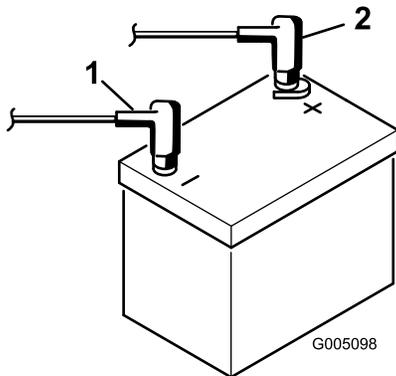

图 8
9. 使用螺栓和螺母将正极红色接线连接到正极 + 电池端子 负极黑色接线连接到负极 - 电池端子 图 8。将橡皮套滑动到正极电池端子上防止可能发生的短路情况。